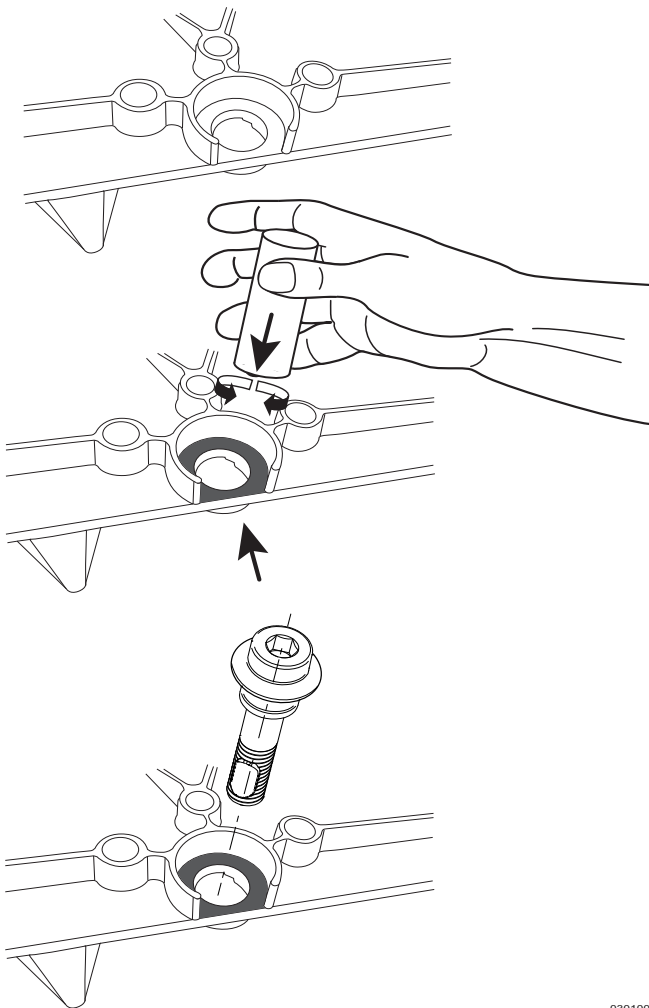

Abb. 84: Auftragen der Keramikpaste (Sach-Nr. 96.38564-7202)
- ➔ Tragen Sie Keramikpaste auf, wenn dort keine oder zu wenig vorhanden ist (s. Abb. 84).